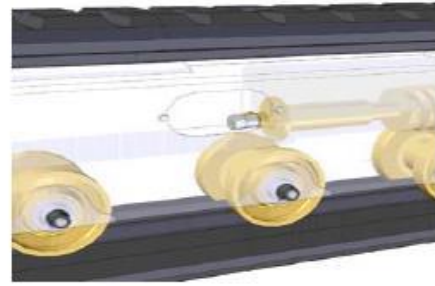

Figura 12
- 5) Smontare la valvola di tensionamento solo quando non c'è più pressione di grasso (vedi Figura 12).